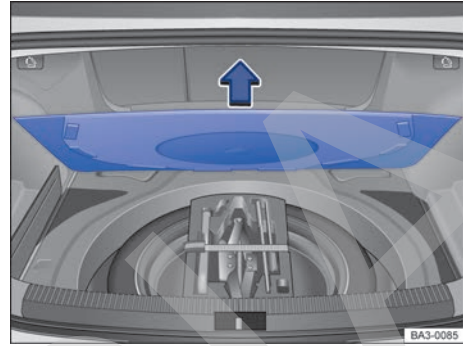

Fig. 174 En el maletero, debajo del recubrimiento del piso: rueda de repuesto y herramientas de a bordo.
- Levante el recubrimiento del piso → fig. 174 (flecha) y extráigalo si fuera necesario.